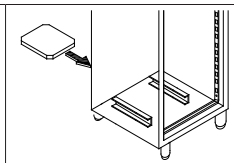

Figure 3
- Glissez-vous dans le peloton échéant, sur la partie inférieure du réfrigérateur, le bac à déchets de condensation et d'appareils qui ont des plateaux automatique, brancher le connecteur. (Fig. 3)